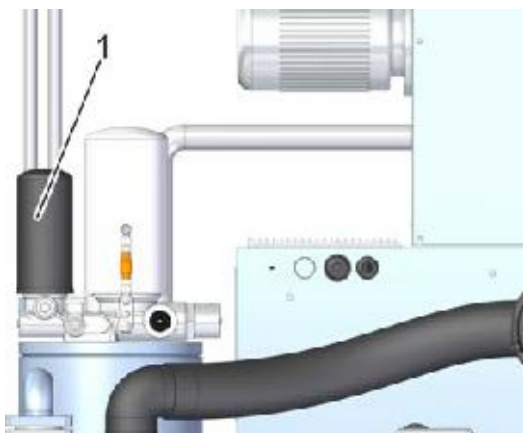

Рис. 39: Извлечение фильтра очистки охлаждающей жидкости
5. С помощью ленточного ключа извлеките старый фильтр очистки охлаждающей жидкости (Рис. 39/1).
8. Вверните новый фильтр для охлаждающей жидкости (Рис. 39/1) до упора.
9. После этого вручную затяните новый фильтр для охлаждающей жидкости (Рис. 39/1) на пол-оборота.